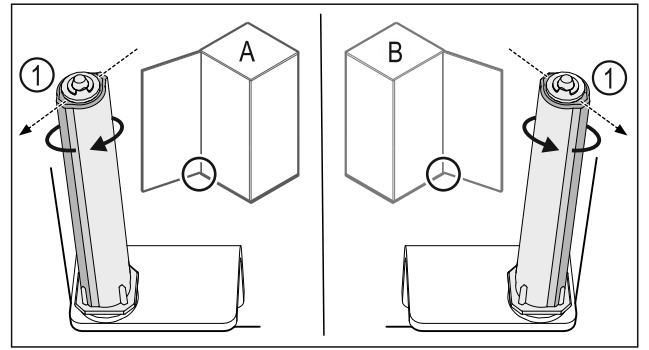

Fig. 54 Ovi avautuu vasemmalle (A) / ovi avautuu oikealle (B)
- ▶ Kierrä sulkuyksikköä vastusta vasten niin pitkälle, että sulkujärjestelmän porras Fig. 54 (1) osoittaa ulospäin.